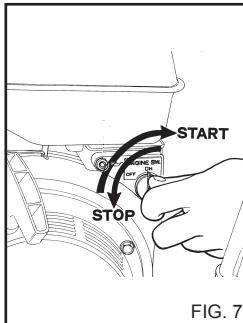

FIG. 7
3) Posizionare il commutatore del motore su posizione ON (fig. 7).
a) Posizionare il commutatore del motore su posizione OFF (fig. 7).